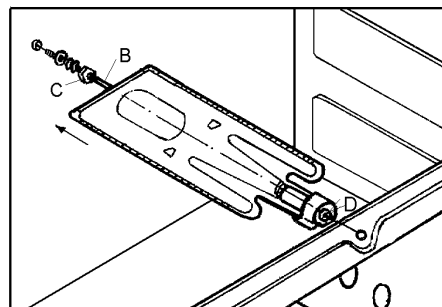

fig. 19
3. Dévissez la vis C (fig. 19) qui se trouve sur la tige B du brûleur de four dans le dossier du four.